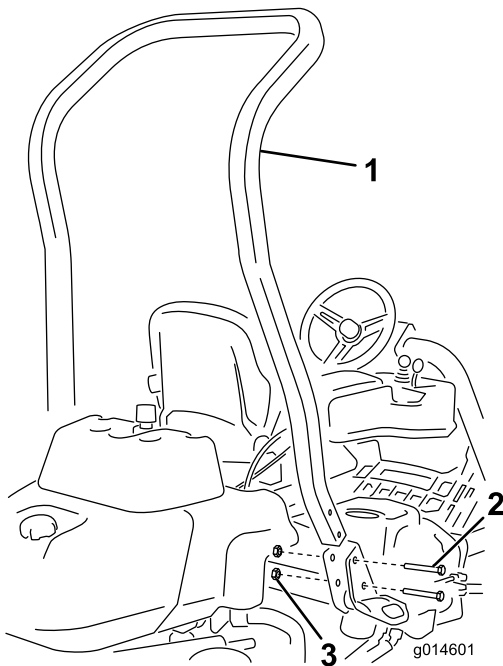

Bild 3
3. Befestigen Sie den Überrollbügel mit vier Schrauben (1/2" x 3 3/4") und vier Bundmuttern (1/2") in den Aussparungen an jeder Seite der Maschine, wie in **Bild 3** abgebildet.